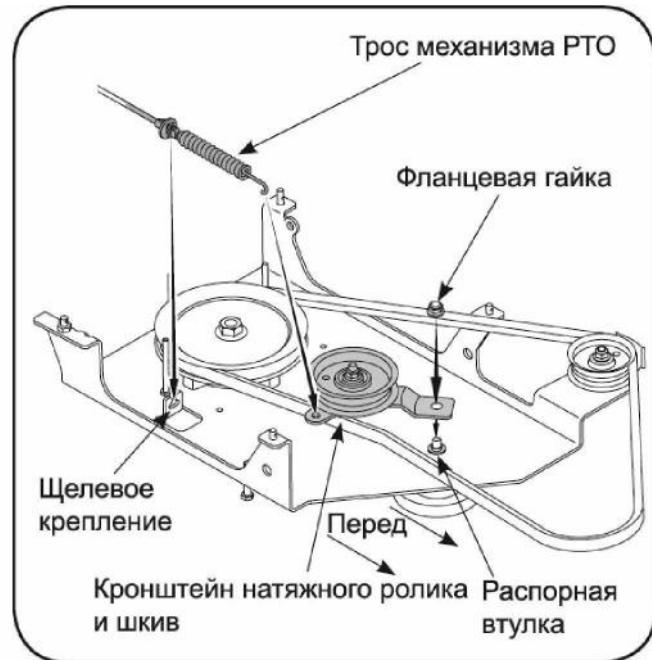

Рис. 10.
1. Отверните фланцевую контрящую гайку, как показано на Рис. 10, оставив на месте распорную втулку.
4. Прикрепите трос PTO к кронштейну шкива, затем установите его в щелевое крепление на основании нижней рамы, как показано на Рис. 10.